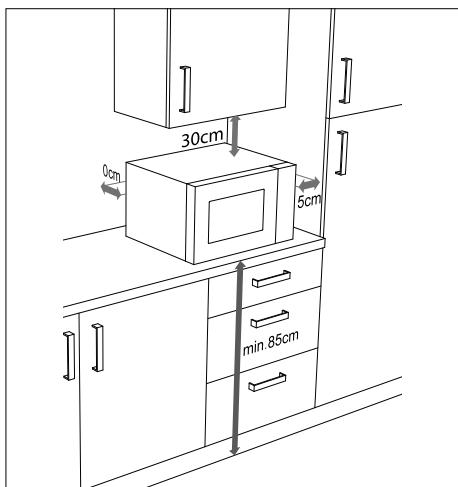

Abb. 3 – Gerät abstand
- ▶ Für eine ausreichende Belüftung müssen die in „**Abb. 3 – Gerät abstand**“ dargestellten Abstände eingehalten werden. Der Abstandshalter an der Geräterückseite muss die Wand berühren. Er gewährleistet den korrekten Abstand beim Aufstellen der Mikrowelle.